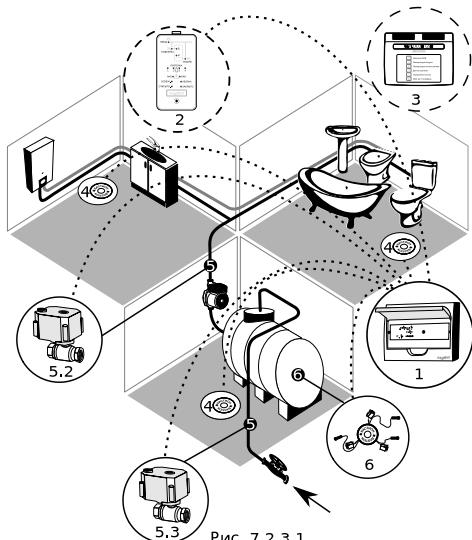

Рис. 7.2.3.1
Конфигурация: модуль управления (1), датчики протечки (4), краны (5.2, 5.3), датчик уровня (6) (опционально - пульт (2), GSM-информатор (3)). Краны (5) устанавливаются как показано на рис. 7.2.3.1, датчики протечки (4) устанавливаются на полу в местах возможного скопления воды при авариях и протечках (в санузлах, на кухне, под раковинами, унитазом и т. п.), датчик уровня (6) устанавливается внутри резервного бака.